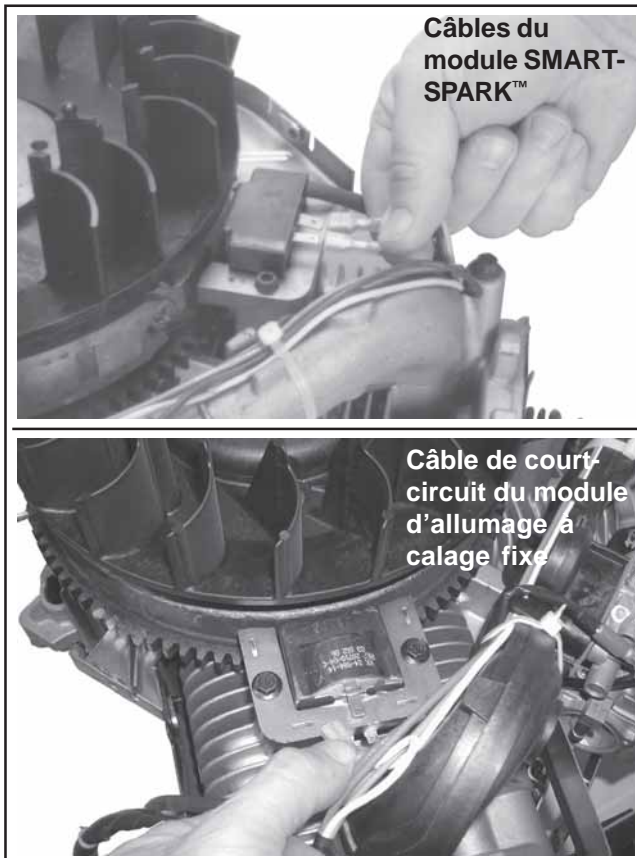

Figure 9-32. Déconnexion du(des) câble(s) des modules d'allumage.
1. Déconnecter le(s) câble(s) de chaque module d'allumage. Voir la Figure 9-32.